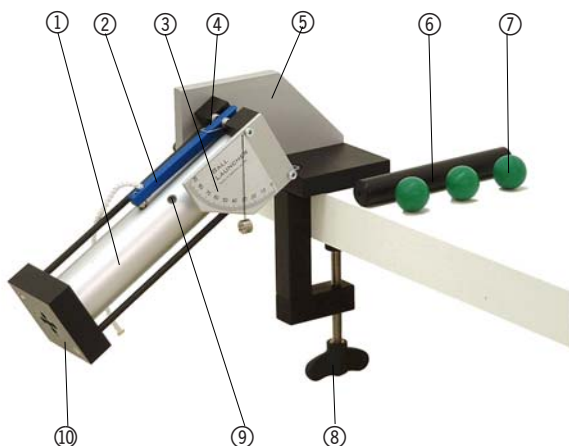

Fig. 1: Componentes
- O suporte U10361 é aparafusado numa mesa de trabalho robusta com uma pinça de fixação. Logo, como é mostrado na Fig. 1, o dispositivo é fixado no suporte, sendo que o ângulo de lançamento pode ser ajustado fazendo-se uso da escala ③.